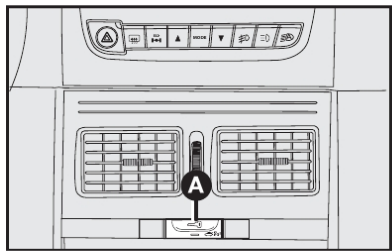

fig. 81
Com as portas fechadas, pressionar brevemente (menos de 2 segundos) o botão **A**-fig. 81 para travar ou destravar as portas.
**Se as portas tiverem sido trancadas através do telecomando da chave, o botão de fechamento centralizado **A**-fig. 81 será desabilitado.** Nesta condição o botão somente será reabilitado quando houver um comando de destravamento das portas através do telecomando, ou na condição de chave ligada e código eletrônico (Fiat Code) reconhecido.